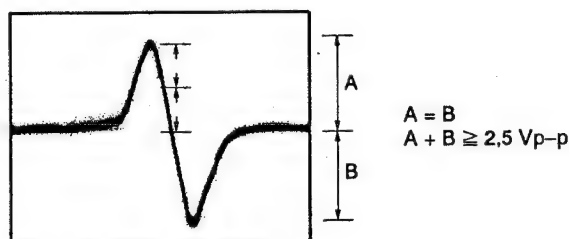

Figura 8
3. Contemplando la pantalla del osciloscopio, presione la tecla MULTI MEMORY STORE y observe durante un momento la forma de onda de la figura 8. Verifique si la amplitud es de 2,5 Vp-p por lo menos y si la amplitud de las partes positiva y negativa son iguales. Como la forma de onda solamente sale durante un momento cuando se presiona la tecla MULTI MEMORY STORE, presione una y otra vez esta tecla hasta que logre comprobar la forma de onda.